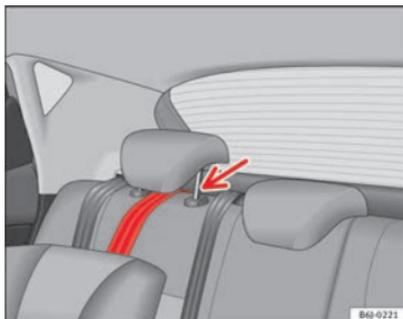

Fig. 36 Sangle de fixation : pose et dépose correcte
- Dirigez la sangle de fixation du Top Tether sous l'appuie-tête arrière ⇒ fig. 36 (soulevez l'appuie-tête si nécessaire).